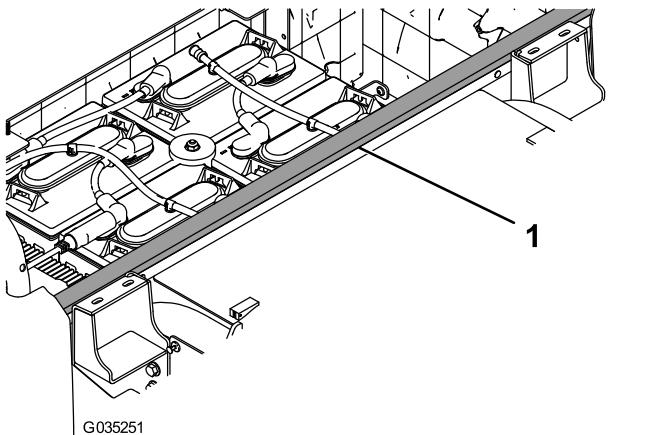

Figura 8
1. Retire a proteção do adesivo do vedante de espuma traseira e fixe à máquina como se mostra na Figura 8.